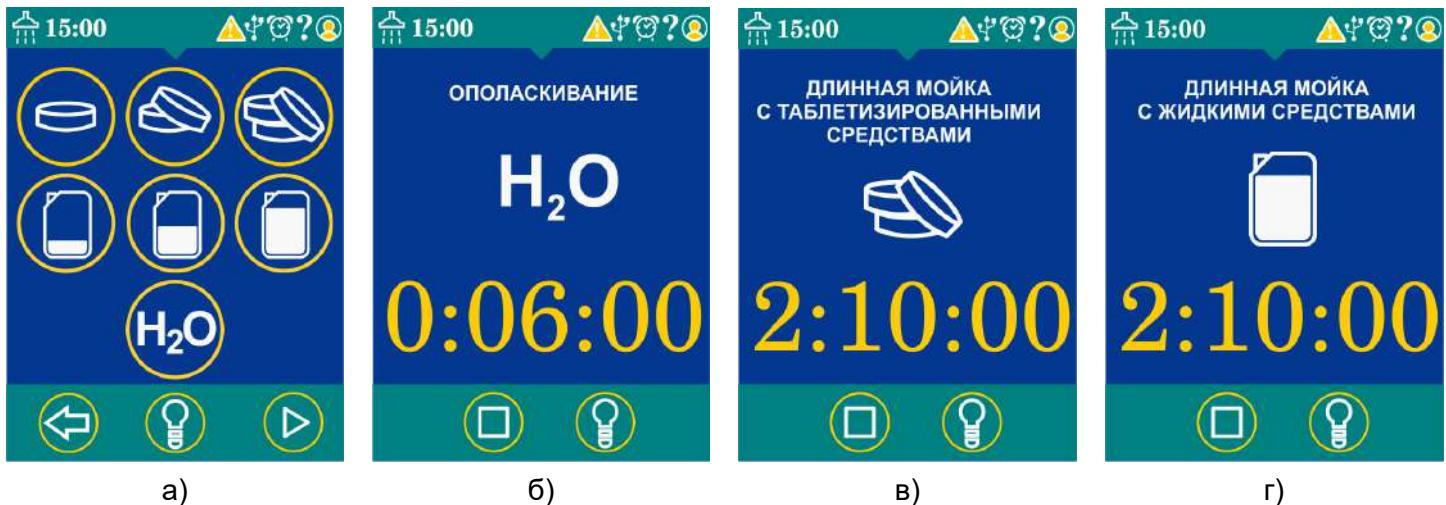

Рис. 26 Меню «Мойка»
В меню «МОЙКА» (рис. 26 а) выберите один из предложенных вариантов мойки.
- «Пуск». Запустится ополаскивание (рис. 26 б). На экране отображается оставшееся время до окончания ополаскивания.